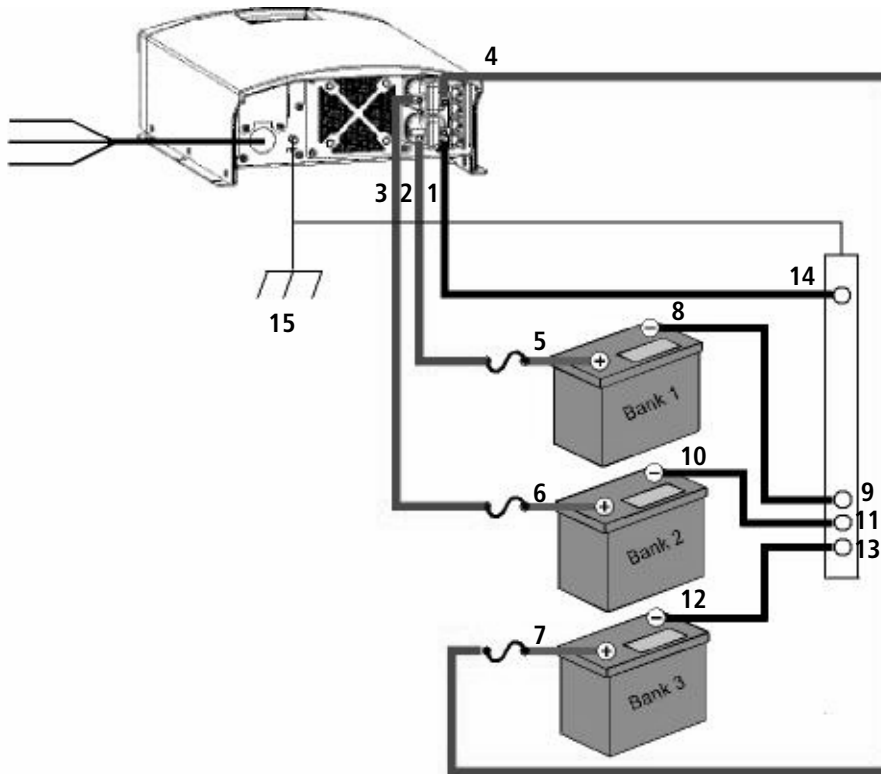

Abbildung 2-1 Reihenfolge beim Anklemmen der Gleichstromkabel
Abbildung 2-1 zeigt die Reihenfolge der Anschlüsse.
1. Das Minuskabel vom Minuspol des Akkumulators (bei Verwendung von nur einem Akkumulator oder einer Akkumulatorbank) bzw. die Minusmasseschiene bzw. Minusbusschiene (bei Verwendung von mehr als einem Akkumulator oder einer Akkumulatorbank) mit der Minusklemme für den Gleichstromkreis an die Geräte der XC-Serie (Abbildung 2-1) verbinden. Mit einer Unterlegscheibe, einer Sicherungsscheibe und einer Mutter (im Einbausatz werden 5 Stück mitgeliefert) die Verbindung sichern. Die Muttern mit 3 Nm festziehen und den sicheren Sitz der Ader kontrollieren.
2. Jedes Pluskabel mit der richtigen Plusklemme an die Geräten der XC-Serie (Abbildung 2-1) verbinden. Mit einer Unterlegscheibe, einer Sicherungsscheibe und einer Mutter (im Einbausatz werden 5 Stück mitgeliefert) die Verbindung sichern. Die Muttern mit 3 Nm festziehen und den sicheren Sitz der Ader kontrollieren.